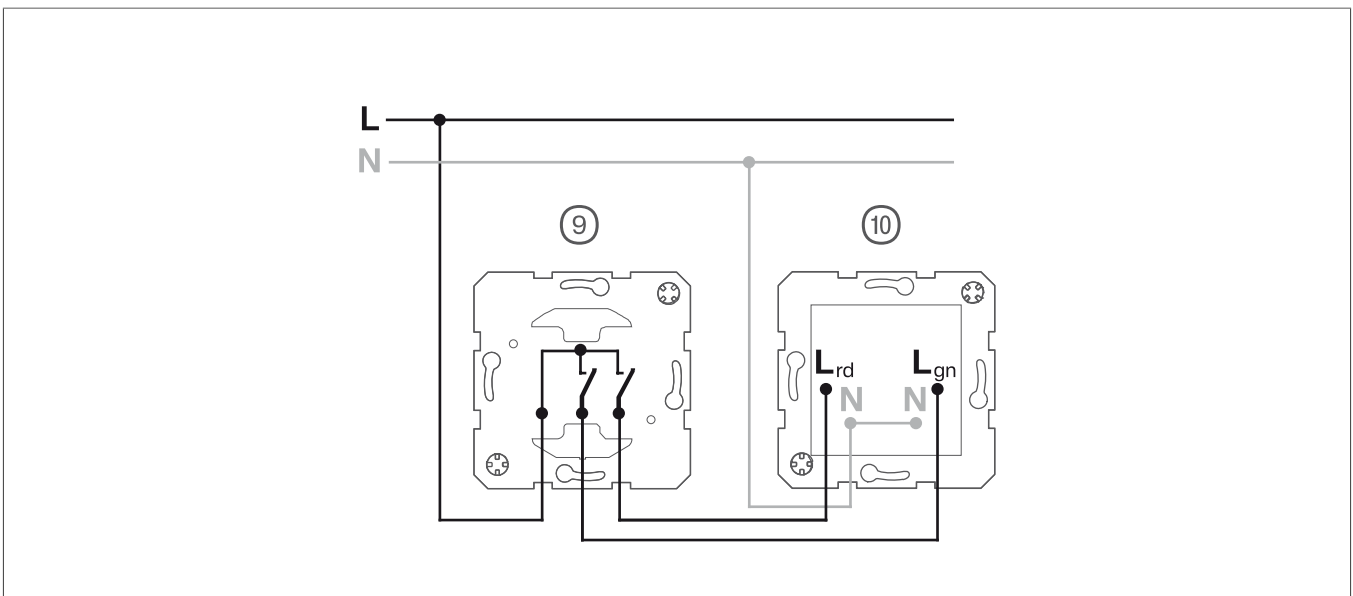

Bild 3: Anschlussbeispiel LED-Signallicht, rote/grüne Beleuchtung
- ① LED-Signallicht nach Anschlussbeispiel (Bild 3) anschließen. Statt des Serienschalters (9), über den beide Farben separat zu schalten sind, kann auch ein Wechselschalter verwendet werden, der lediglich ein Umschalten der beiden Farben ermöglicht:
- ② Einsatz (10) in eine Gerätedose montieren. Die Anschlussklemmen müssen unten liegen.